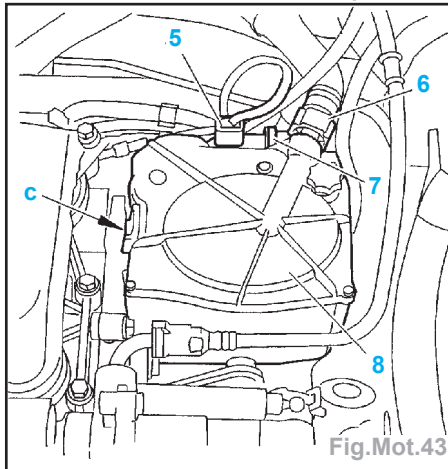

Fig.Mot.43
- Débrancher le connecteur (5) (Fig.Mot.43).